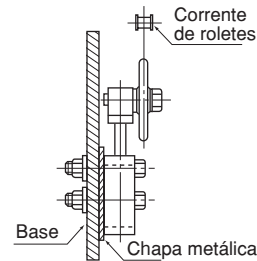

Fig. 6 Posição do tensionador
- 3) Aperte temporariamente o tensionador com os dois parafusos. Neste momento, regule com uma chapa metálica, etc., para que os centros da polia tensionadora e a corrente de roletes estejam alinhados. (Fig. 6)